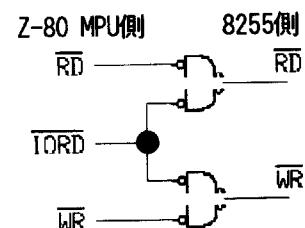

図17 Z-80 MPU の場合の
- ・Z-80 と接続するときは、IN/OUT命令を実行するときに出力される TORQ(I/Oリクエスト)信号と組み合わせて作られた信号を加える(図17)。一般には、MPUからの \overline{RD} 信号を加える。
- ・Z-80 と接続するときは、TORQ信号と組み合わせて作った信号を加える(図17)。一般にMPUからの \overline{WR} 信号を加える。
⑧ A_0, A_1 (ポート選択) : ピン9, 8 : 入力
⑨ RESET : ピン35 : 入力